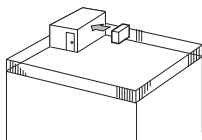

Fig. 2-4
- ① Positionner la sortie d'air vers le mur le plus proche et à environ 35 cm de celui-ci. (Fig. 2-4)